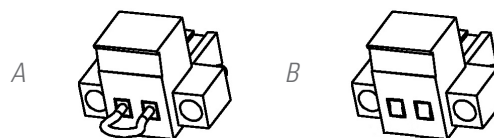

Fig. 19. Connecteur pour l'EPO externe.
- ☐ Ou lors d'enlever le connecteur femelle du socle où il est inséré. Ce connecteur a un câble relié à mode de pont qui ferme le circuit [voir Fig. 19-A].
- ☐ Ou lors d'agir sur la touche externe à l'équipement, propriété de l'utilisateur et installé entre les terminaux du connecteur [voir Fig. 19-B]. La connexion dans la touche devra être sur le contact normalement fermé -NF-, par ce que le circuit s'ouvrira lors de l'actionnement.